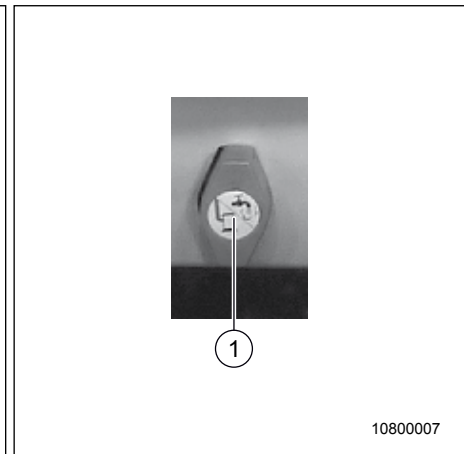

Fig. 52 Vanne de sectionnement chauffage
- La vanne de sectionnement gaz pour le chauffage (Fig. 52, pos. 1) se trouve sous le lit.